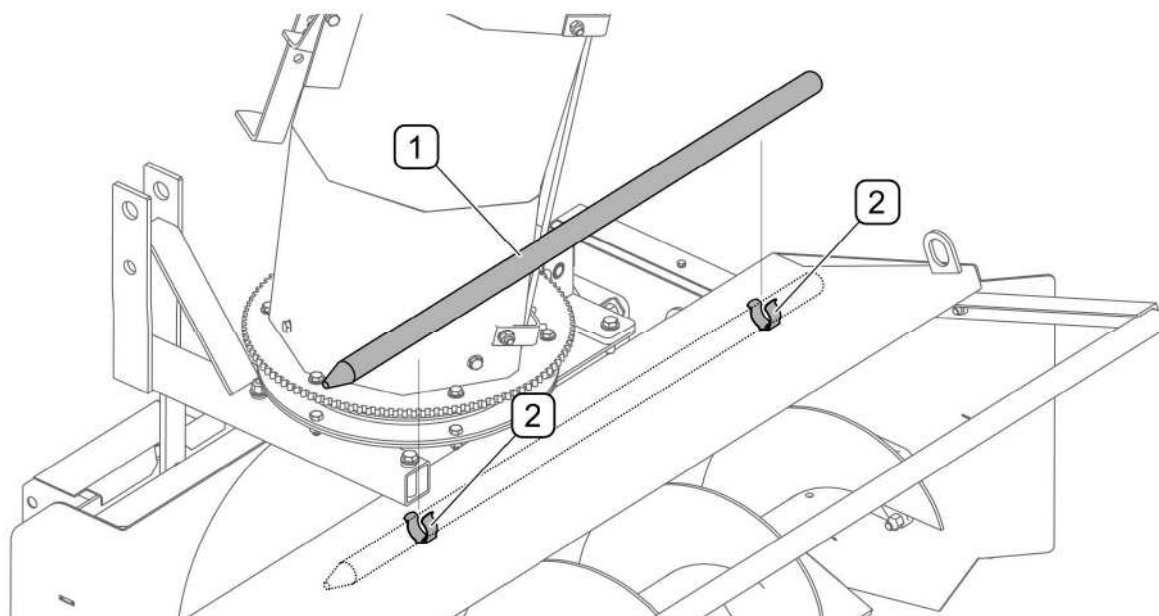

РИСУНОК 4.8 Устранение засоров
Если засорение произошло из-за скопления снега, то нужно воспользоваться деревянным колышком (1), входящим в оснащение машины (РИСУНОК 4.8). Колышек (1) крепится на держателях (2) на корпусе снегоочистителя.